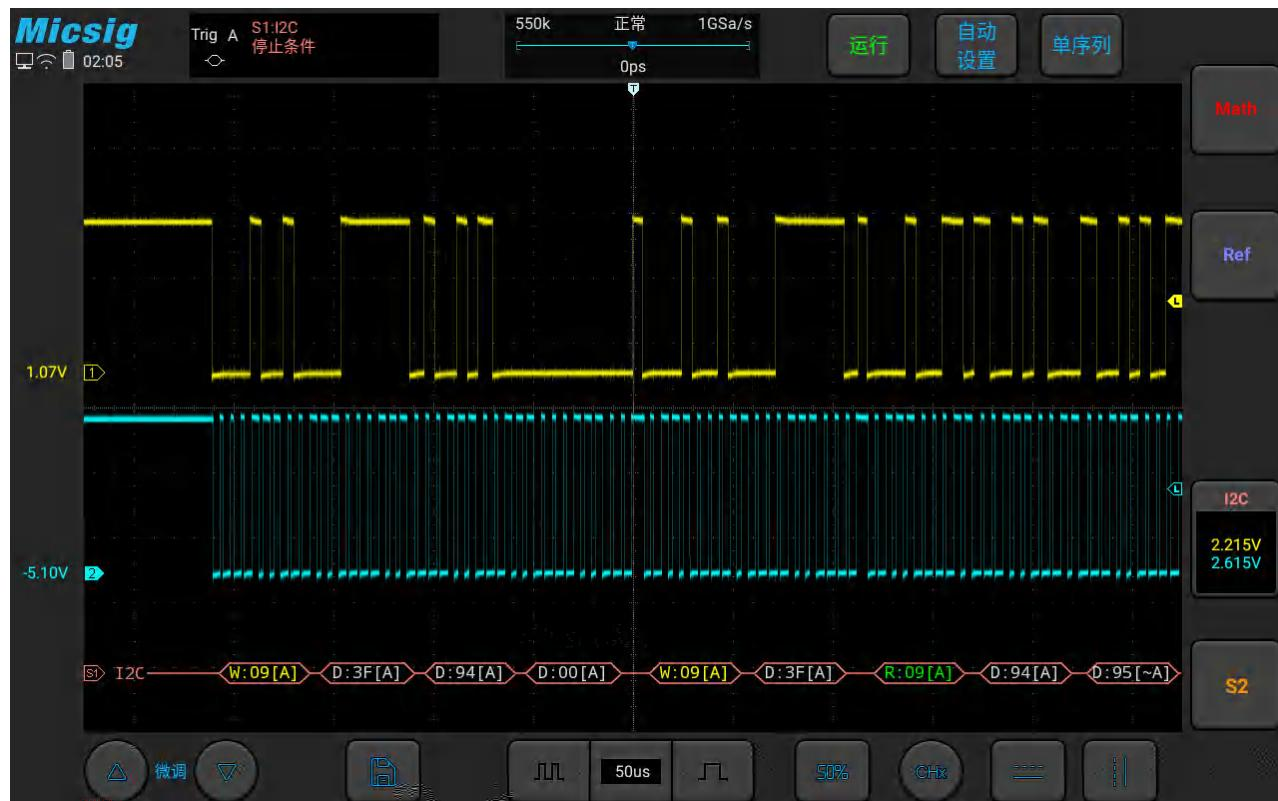

图11-24 I2C 图形界面
- (1) 轻点 S1 打开解码通道，再次点击 S1 打开总线配置菜单；
- (2) 选择总线类型为“ I2C ”， 打开总线设置菜单，点选时钟 SCL 为 Ch2 通道；
- (3) 打开触发方式配置菜单，在触摸屏上点选 “启动条件”；
- (4) 依据信号幅值设置 2 个通道的阈值电平； I2C 触发图形界面见图 11-24：